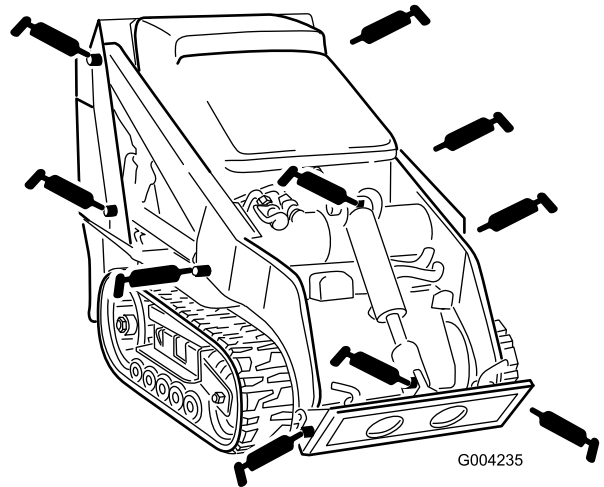
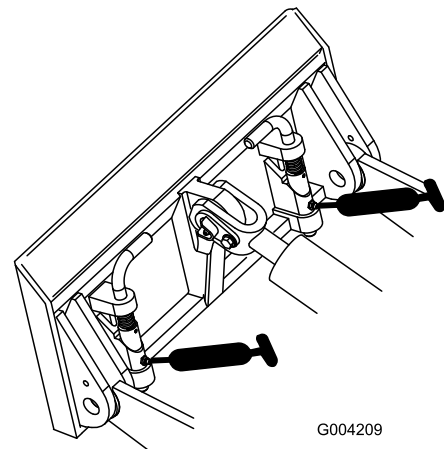

Figura 32
Figura 33
3. Collegate un ingrassatore a pressione a ciascun ingrassatore (Figura 32 e Figura 33).